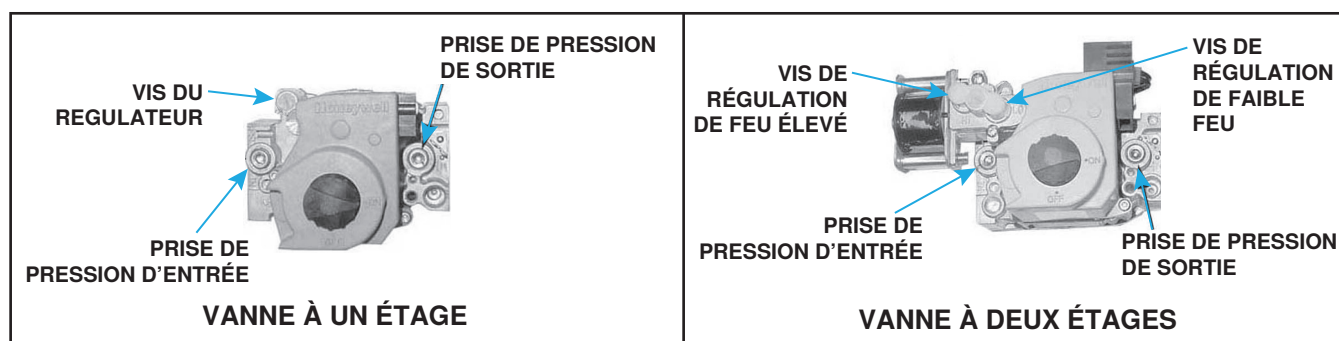

Figure 28. Vannes à gaz combinées
1. Positionnez la soupape manuelle (sur la soupape combinée) de manière à prévenir la circulation vers les brûleurs principaux et branchez le manomètre sur la prise de pression (voir Figure 28) de la soupape.
Normalement, aucun ajustement du régulateur réglé en usine ne devrait être nécessaire. Si un ajustement est requis, réglez la pression sur la valeur correcte en tournant la vis du régulateur (voir Figure 28) vers l'intérieur (sens des aiguilles d'une montre) pour augmenter la pression. Tournez la vis du régulateur vers l'extérieur (sens contraire aux aiguilles d'une montre) pour réduire la pression. Consultez la documentation du fabricant de la soupape qui accompagne la fournaise pour des informations plus détaillées.
2. Connectez le manomètre à la prise de pression d'entrée sur la vanne de gaz combinée (voir Figure 28).